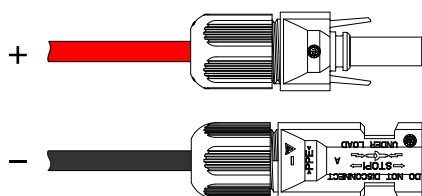

Figura 3-38 Serrare il dado di bloccaggio
- Fase 4** Serrare i dadi di bloccaggio dei connettori positivo e negativo nei rispettivi gusci isolanti, come mostrato in Figura 3-38.